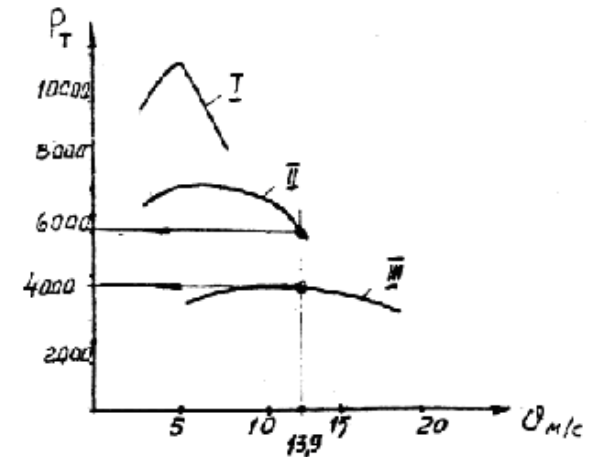

Рисунок 3.4. Тяговая характеристика автомобиля
3.9. Определите, на какой передаче автомобиль может двигаться с разгоном, а также значение ускорения, если он движется со скоростью 50 км/ч по асфальтобетонной дороге ( $f = 0,012$ ), имеющей подъем  $1,5^\circ$ . Напишите уравнение тягового баланса для данных условий движения при этом воспользуйтесь тяговой характеристикой (рисунок 3.4.), если известно: габаритная высота автомобиля  $H = 2,2$  м; ширина колеи передних колес  $B = 1,6$  м; коэффициент сопротивления воздуха  $k_w = 0,687 \text{ Н} \cdot \text{с}^2/\text{м}^4$ ; полный вес автомобиля  $G_a = 72520 \text{ Н}$ .
Дано:  $i_{k1} = 6,48$ ;  $i_{k2} = 3,09$ ;  $i_{k3} = 1,0$ ;  $f = 0,012$ ;  $\alpha = 30^\circ$ ;  $V = 50 \text{ км/ч}$ ;  $B = 1,6 \text{ м}$ ;  $k = 0,687 \text{ Н} \cdot \text{с}^2/\text{м}^4$ ;  $G_a = 72520 \text{ Н}$ ;  $H = 2,2 \text{ м}$ . (см. рисунок 3.4.)